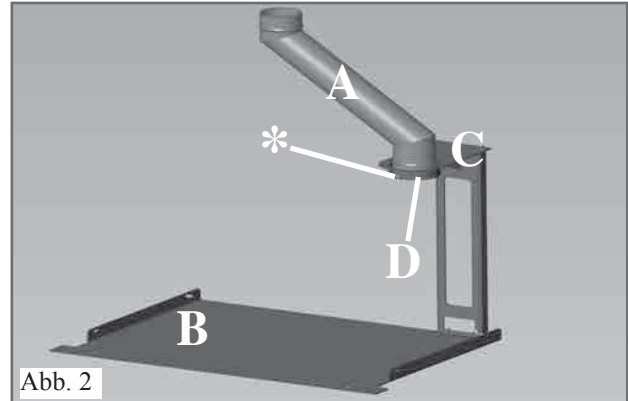

Abb. 2
2) Mit den mitgelieferten Schrauben die beiden Verstärkungsstreben (A) an den senkrechten Wänden befestigen.
3) Die Auflageplatte (im Lieferumfang enthalten) des INPELLET 54 auf die gemäß Punkt 1 montierten Wände platzieren und mittels der mitgelieferten 4 Stk. Schrauben befestigen (Abb. 2).
- Den neuen Rauchabzug aus Stahl in den bestehenden Schornstein aus Mauerwerk einführen und an dessen Unterseite das Rohrstück (A) anbringen, um sich mit dem Rauchabzugstutzen des INPELLET 54 zu verbinden (der versetzt ist).
- Die Auflageplatte (B) mit Dübel an der Stelle, die der Einsatz einnehmen soll, befestigen.
- Die Halterung (C) zur Ausrichtung des Rohrstücks (A) platzieren und (mit den mitgelieferten Schrauben) befestigen.
- Das neue Rauchabzugsrohrstück in die Manschette (D) der Halterung (C) stecken und auf der Schraube (* Abb. 2) aufliegen lassen.